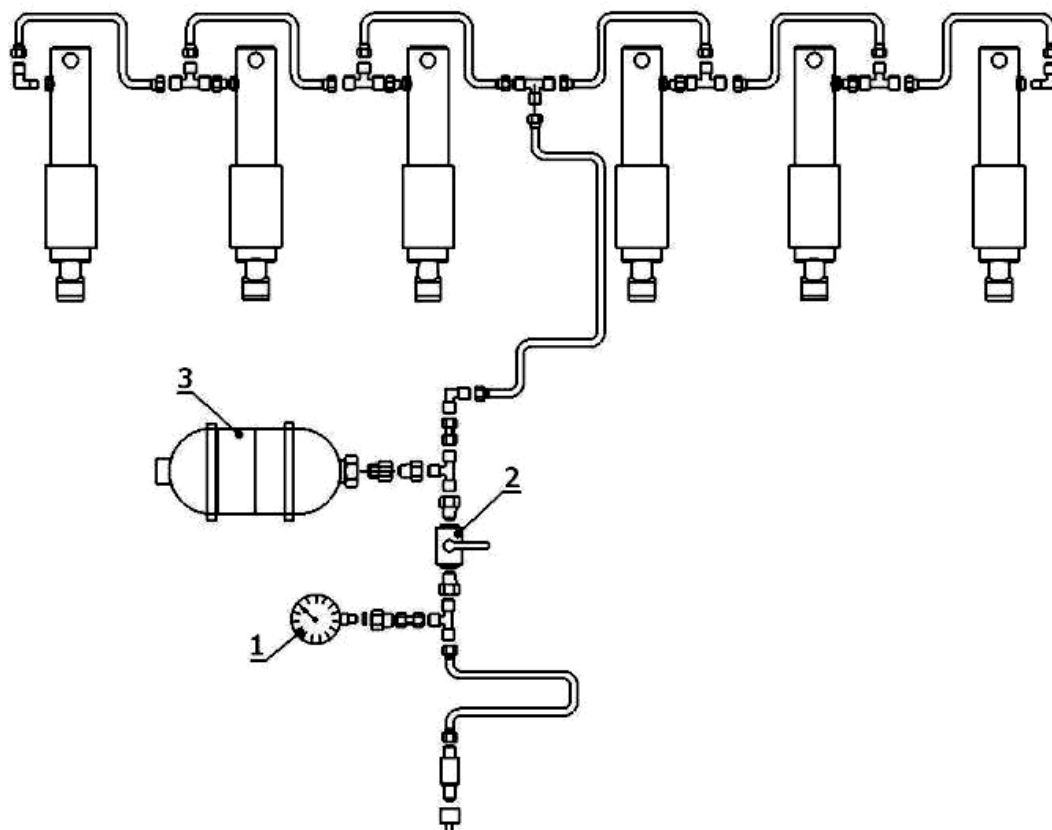

Рисунок 4.
При комплектации агрегата системой защиты «NON STOP» соберите её согласно схемы (рис. 4)
- Открыть кран (2) (рис. 4) и нагнетать масло в систему до тех пор, пока манометр не покажет давление между 145 и 160 атмосфер.
- Закрыть кран (2) (рис. 4).